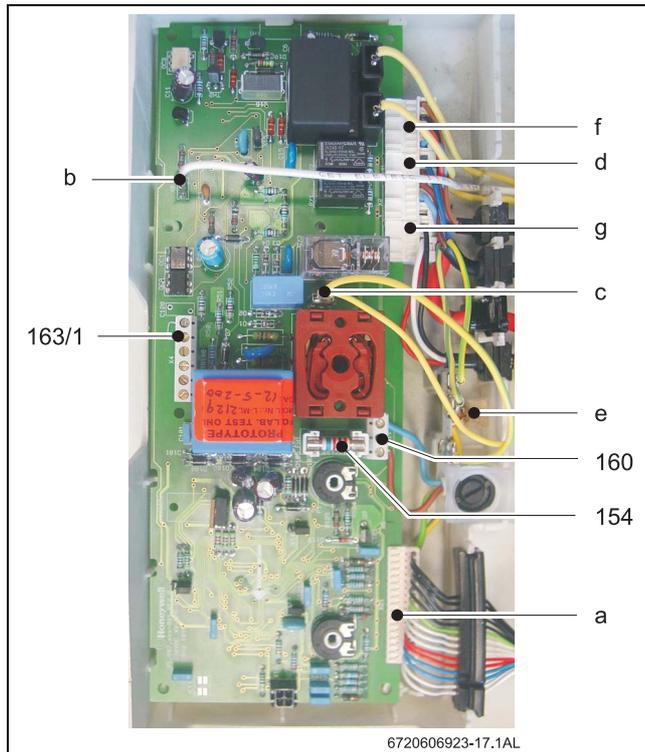

Fig. 15
- ▶ Enlever le shunt 1-4 (Fig. 15 , pos.163/1).